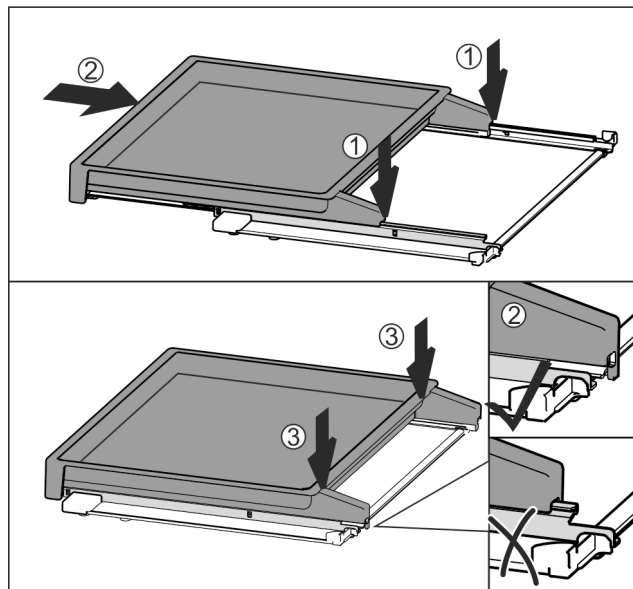

Fig. 113
- Helyezze középre a sínekre Fig. 113 (1).
- Tolja be teljesen a kihúzható polcot Fig. 113 (2).
- Nyomja meg a hátsó oldalt, amíg hallhatóan be nem pattan Fig. 113 (3).